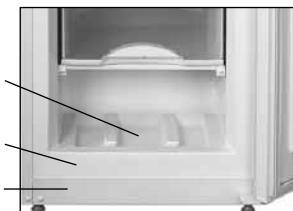

Figura 5 – Colectarea apei
**4.1** În timpul dezghetării congelatorul, apa care apare când se topește stratul de zapadă trebuie să fie ștersă din zona de scurgere cu un material absorbant în conformitate cu Figura 5. Apoi congelatorul trebuie să fie spălat și șters bine.
**ATENȚIE! Nu permiteți scurgerea apei în timpul dezghetării și curățării congelatorului. Dacă apa ajunge la consola frontală a carcasei interne și externe, vezi Figura 5, aceasta poate provoca coroziunea exterioară a congelatorului și a pieselor de congelare automate, cît și perturbarea materialelor de izolare, ceea ce duce la formarea fisurilor interne și la eșecul congelatorului.**